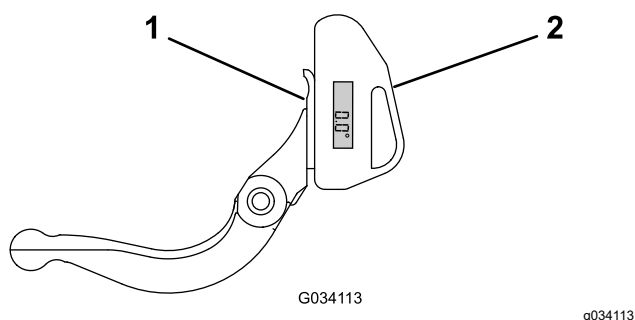

Figura 24
1. Amplașați indicatorul de unghi în partea inferioară a contracuțitului, conform indicațiilor din Figura 24.